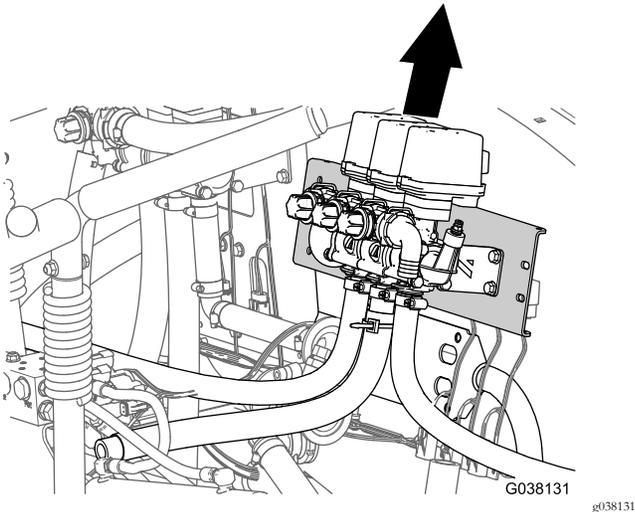

図 19
- 機体から、ブームバルブ、給液ホース、ブームバルブブラケットを外す 図 19。